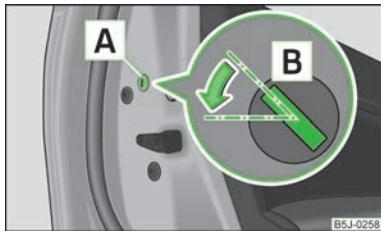

Fig. 16
- Desmontar el paramento [A] » fig. 16.